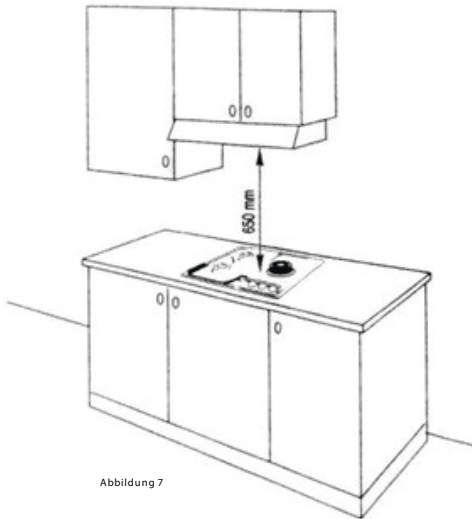

Abbildung 7
3. Temperaturbetrachtung: Wählen Sie einen Schrank oder ein Kochfeld, das Temperaturen von über 24 °C standhält (wie in Abbildung 7 dargestellt), um Schäden oder Fehlfunktionen zu vermeiden.